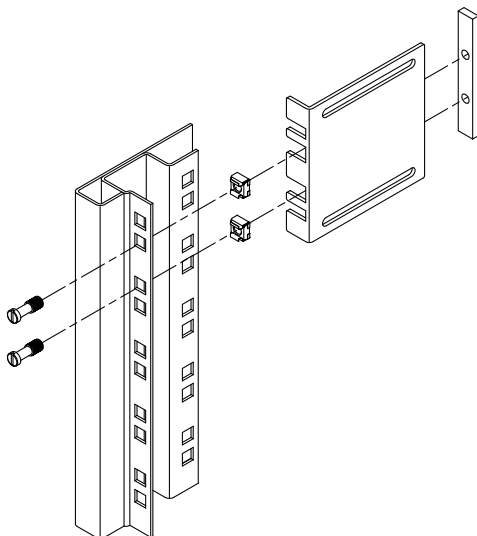

FIGURE 3-10 Fixation des supports à l'armoire
7. **Soulevez chaque support court jusqu'à ce qu'il atteigne la position souhaitée à l'avant de l'armoire et fixez un support court à chacune des structures verticales situées à l'avant de l'armoire (FIGURE 3-10).**
Utilisez deux des vis M6 à collerette en laiton et des écrous à cage M6 (si nécessaire) ainsi qu'une bande filetée pour fixer chaque support (FIGURE 3-10).
8. **Soulevez chaque support long jusqu'à ce qu'il atteigne la position souhaitée à l'arrière de l'armoire et fixez un support long à chacune des structures verticales situées à l'arrière de l'armoire (FIGURE 3-10).**